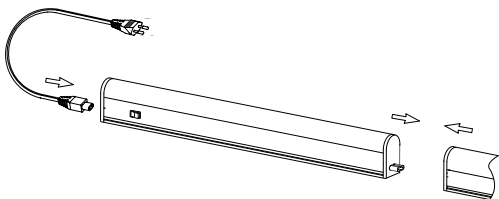

Рисунок 3
3.2.2 Подключение светильника (рисунок 3):
3.2.3 Конструкцией светильника предусмотрено шлейфовое соединение светильников в ряд (рисунок 3). Максимальное количество подключаемых светильников ДБЛ 01, ДБЛ 02 – 20 шт., светильников ДБЛ 03, ДБЛ 05 – 15 шт., светильников ДБЛ 04, ДБЛ 06 – 10 шт.